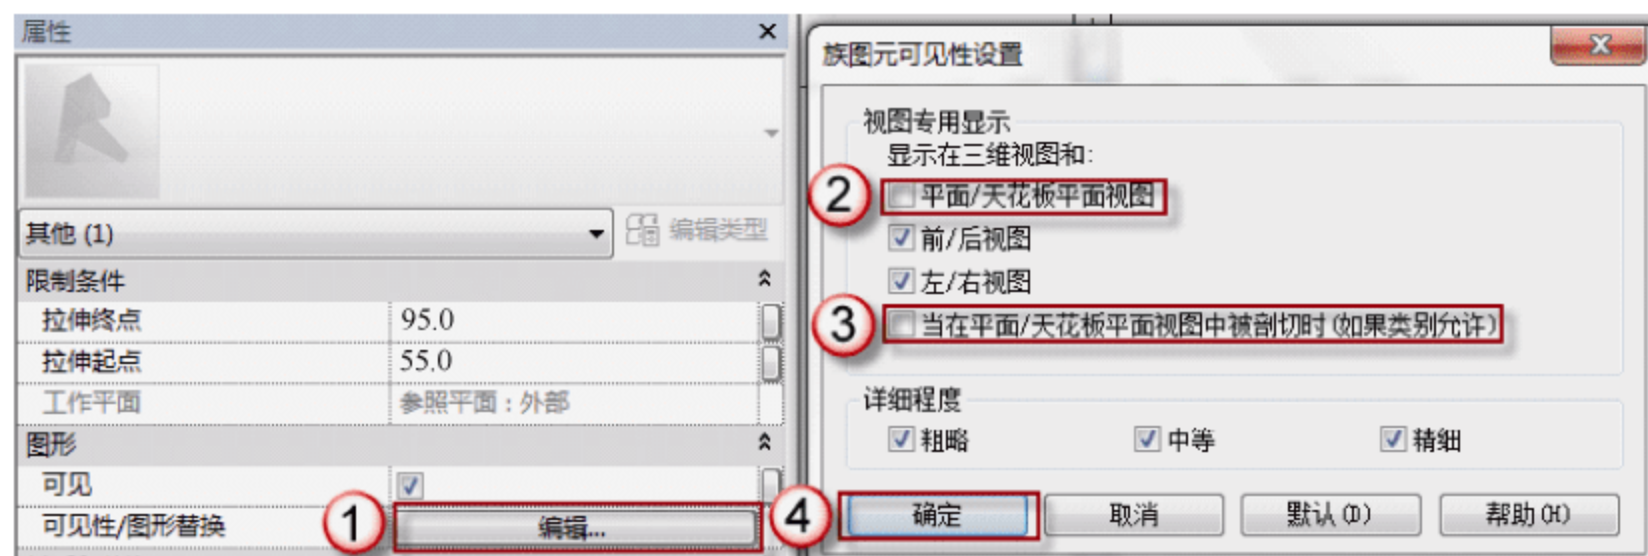

图 6.3.61 门板的可见性
(18) 修改 MC2934 的门板的可见性。在门板的“属性”面板中，单击“图形”栏“可见性/图形替换”后的“编辑”按钮，弹出“族图元可见性设置”对话框，取消“平面/天花板平面视图”和“当在平面/天花板平面视图中被剖切时（如果类别允许）”复选框的选择，单击“确定”按钮，如图 6.3.61 所示。